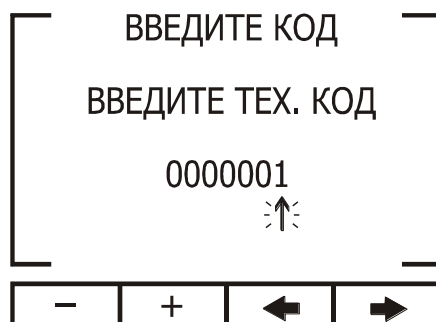

Рис. 14
- Нажмите Enter. На дисплее появится экран ввода пароля (рис. 14).